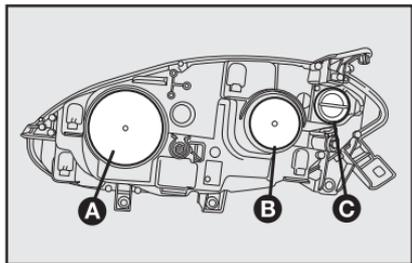
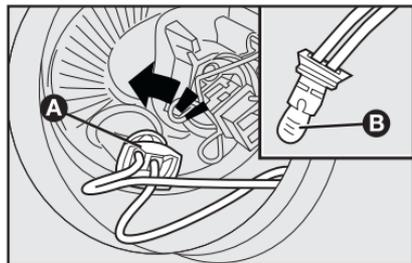

fig. 15
fig. 17
GRUPOS ÓTICOS DIANTEIROS - fig. 15
- remover a tampa de proteção **B**-fig. 15;
- montar corretamente a tampa de proteção **A**-fig. 15.
- remover a tampa de proteção **A-fig. 15**;
- puxar o porta-lâmpada **A-fig. 17** e retirá-lo;
- extrair a lâmpada **B-fig. 17** e substituí-la;
- montar a nova lâmpada, introduza novamente o porta-lâmpada **A-fig. 17**, depois monte corretamente a tampa de proteção **B-fig. 15**.
- montar corretamente a tampa de proteção **A-fig. 15**.
- girar em sentido anti-horário a tampa de proteção **C-fig. 15**;